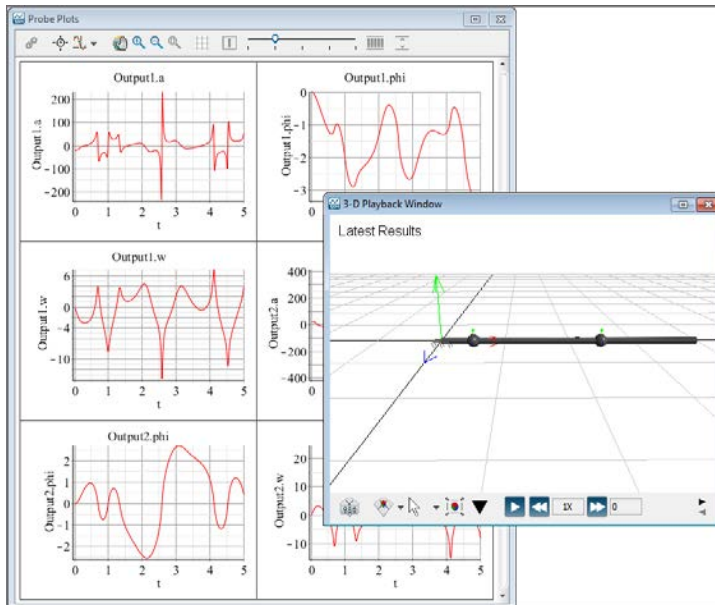

図4.5 シミュレーショングラフ
2. **メインツールバー**で**シミュレーションの実行** (▶) をクリックします。**[シミュレーション結果]** タブが選択された状態で**[可視化ウィンドウ]**が開きます。**[3-D アニメーションウィンドウ]**と**[プローブプロット]**が**[シミュレーション結果]**タブに表示されます。**図4.5 「シミュレーショングラフ」**を参照してください。